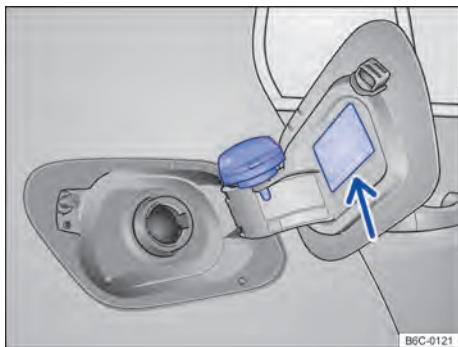

Fig. 126 Portezuela del depósito de combustible abierta con el tapón de cierre del depósito de combustible colgado.
- Desmontar el tapón del depósito girándola en sentido antihorario y encájala en el bloque superior en la portezuela del tanque → fig. 126.